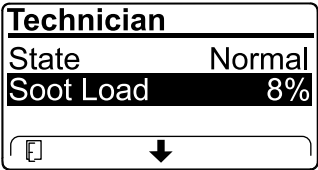

Bild 41
- Zeigen Sie die Rußlast an, die als Prozentsatz des Rußes im Dieselpartikelfilter (Bild 41) gemessen wird, siehe Tabelle für die Rußlast.